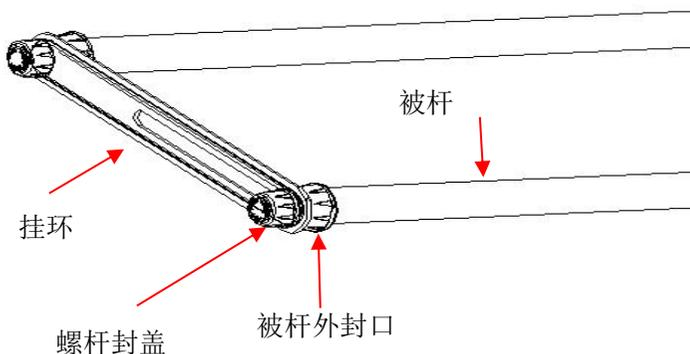

图 15
2. 安装被杆：拧退被杆杆上的螺杆封盖，然后将螺杆封盖与挂环固定在被杆上。安装完成如图 15 所示。